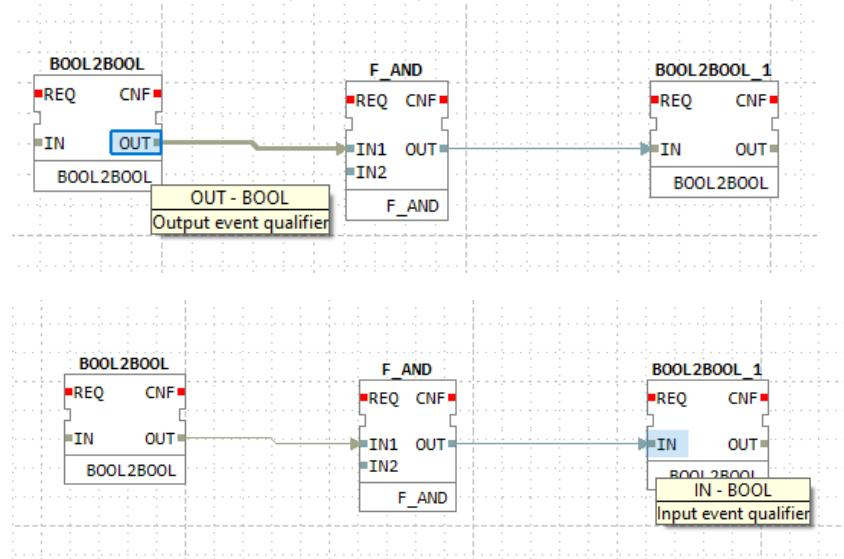
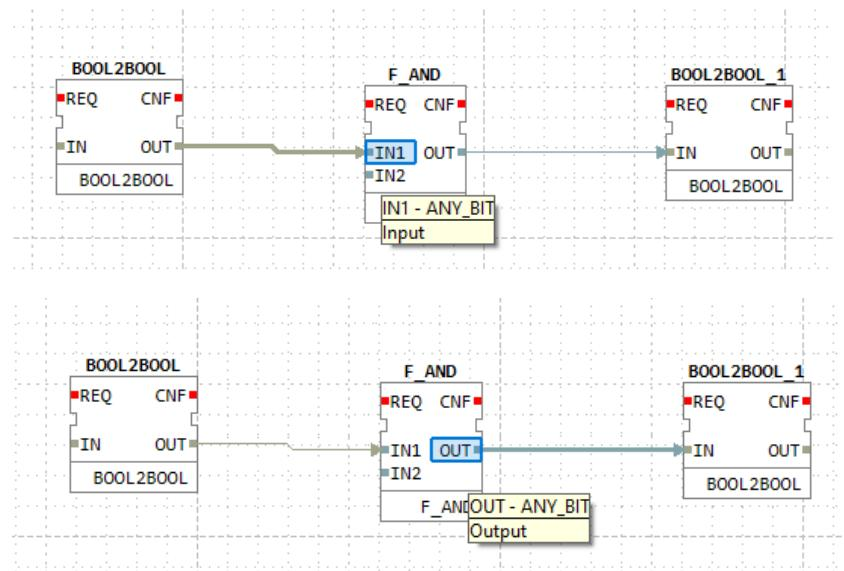

Рисунок 44 – Тип данных BOOL
Рисунок 45 – Параметры соединения (типы данных ANY_BIT)
1. Создание соединений параметров типа ANY с параметром определенного типа. Например, следующие соединения определят параметры блока F_AND как BOOL(см. рисунки Рисунок 44, Рисунок 45):